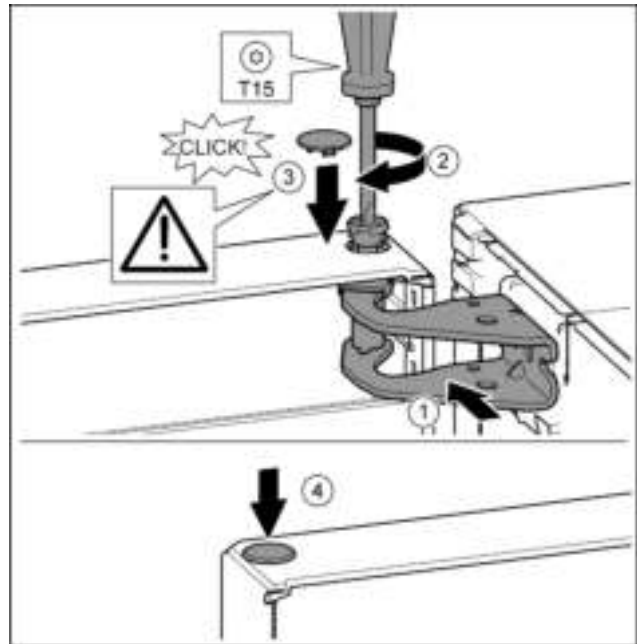

Fig. 23
- ▶ Deur boven uitlijnen op de opening in de lagerbus. Fig. 23 (1)
- ▶ Bouten aanbrengen en met schroevendraaier T15 vastschroeven. Fig. 23 (2)
- ▶ Veiligheidsafdekking voor de veiligheid van de deur monteren: Veiligheidsafdekking aanbrengen en controleren of deze op de deur rust. Anders bout volledig aanbrengen. Fig. 23 (3)
- ▶ Stop aanbrengen. Fig. 23 (4)